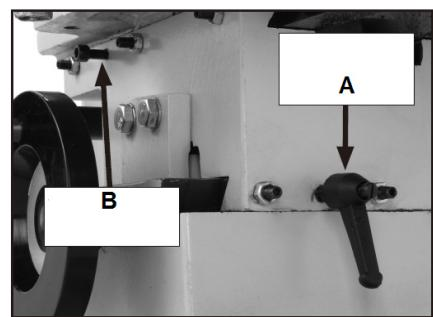

Рис. 10
4. Используйте фиксаторы перемещения стола вперед/назад (A, Рис. 10), чтобы предотвратить смещение стола вперед или назад при прорезании горизонтального паза.
5. Затяните стопорный винт перемещения стола вправо/влево (B, Рис. 10), чтобы зафиксировать стол при прорезании вертикального паза.